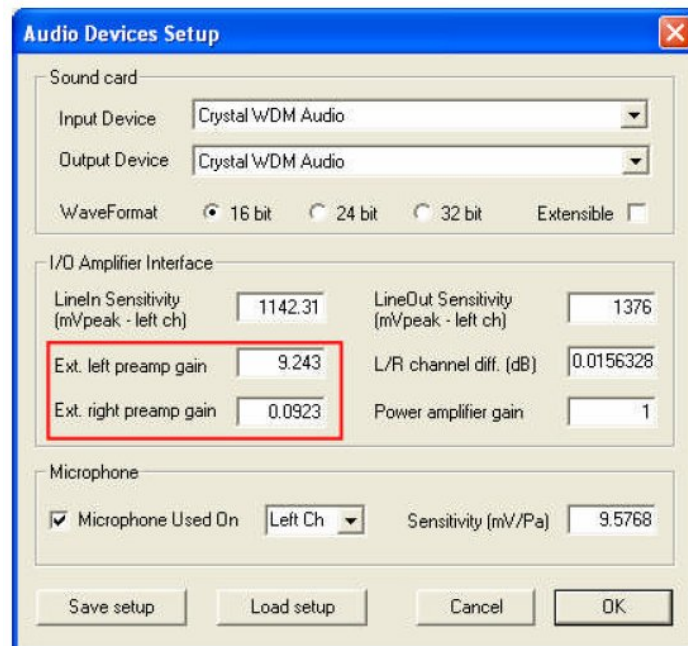

Figura 2
Poiché nel setup di Arta è possibile definire quale canale di ingresso della scheda audio useremo come riferimento e quale come dati di misura, il valore della (1) va immesso nella finestra "Audio device setup" nel campo del canale settato come riferimento (figura 2)
che è il dato da inserire nel campo di figura 2 relativo al guadagno del canale sinistro. Naturalmente se usiamo il Gain del pre posizionato su 25 dB il guadagno da immettere è: